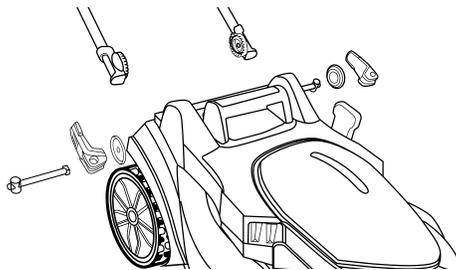

Abb. 1
- b. Bringen Sie den unteren Griff in die feste Höhe und ziehen Sie den Schnellmontagesatz fest. (Abb. 1).